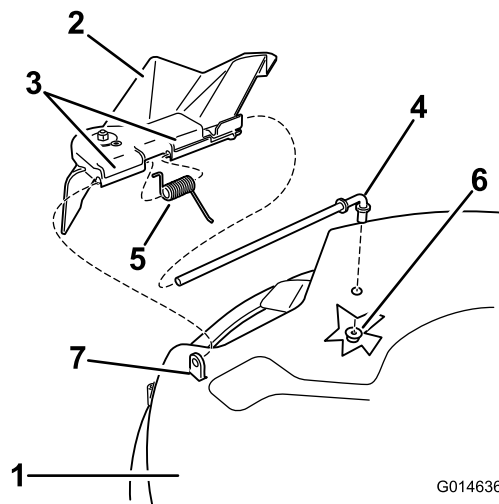

Figure 57
- Repérez les éléments illustrés à la Figure 57.
- Retirez l'écrou (3/8 po) de la tige, sous le tablier de coupe (Figure 57).
- Sortez la tige de la courte cheville de positionnement, du ressort et du déflecteur d'herbe (Figure 57). Enlevez le déflecteur s'il est endommagé ou usé.
- Remettez en place le déflecteur d'herbe (Figure 57).
- Placez le ressort sur la tige, les fils d'extrémité dirigés vers le bas, entre les supports du déflecteur d'herbe. Insérez la tige dans le deuxième support du déflecteur d'herbe (Figure 57).
7. Insérez la tige à l'avant du déflecteur dans la courte cheville de positionnement sur le tablier. Fixez l'extrémité arrière de la tige dans le tablier de coupe à l'aide d'un écrou (3/8 po) (Figure 57).